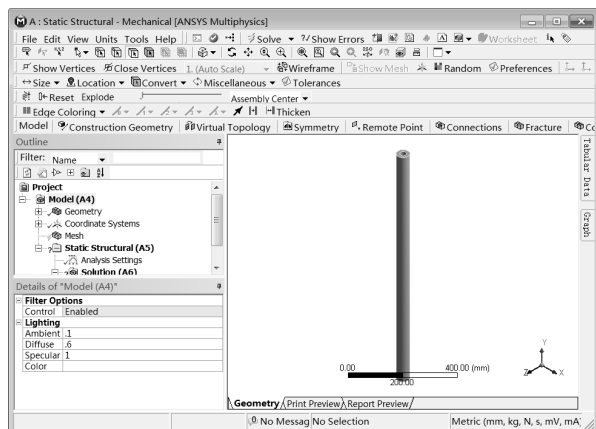

图 14-11 Mechanical 界面
Step1: 双击主界面项目管理区项目 A 中的 A4 栏 Model 选项, 进入如图 14-11 所示 Mechanical 界面。在该界面下即可进行网格的划分、分析设置、结果观察等操作。